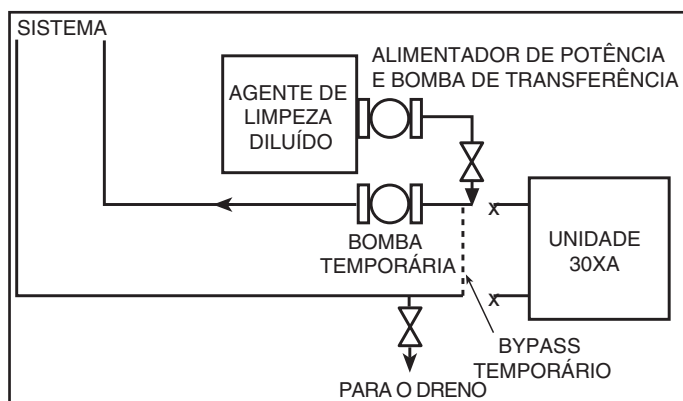

Fig. 16 - Configuração Típica para o Processo de Limpeza
1. Instale uma derivação (bypass) temporária em torno do chiller para evitar a circulação de água suja e partículas dentro do pacote de bomba e chiller durante a descarga. Utilize uma bomba de circulação temporária durante o processo de limpeza. Além disso, certifique-se que existe a capacidade de completar a drenagem do sistema após a limpeza. Veja a Fig. 16.